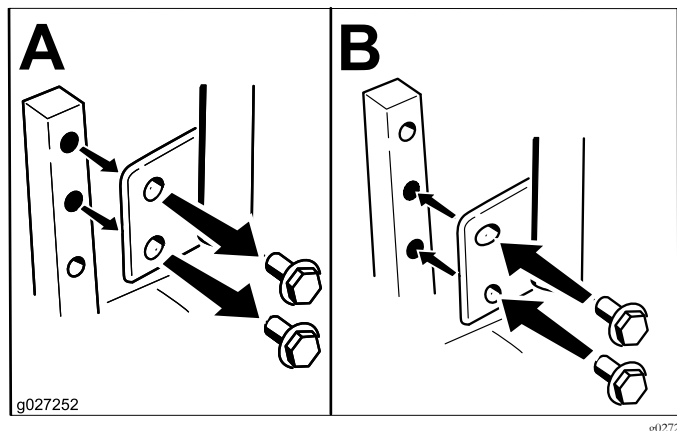

Figure 12
Vous pouvez régler la hauteur des leviers de commande de déplacement de manière à obtenir un confort maximum (Figure 12).
2. Desserrez le boulon inférieur jusqu'à ce qu'il soit possible de pivoter le levier de commande en avant ou en arrière (Figure 12).